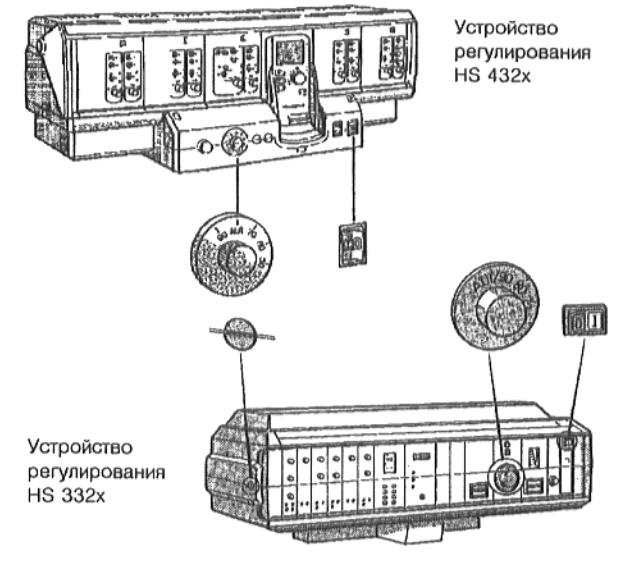

Рис. 4: Ввод в эксплуатацию газовой горелки
- При устройстве регулирования HS 332x: перевести шлиц винта прозрачной крышки обоих устройств регулирования (Рис. 4) в горизонтальное положение, например, с помощью монеты. Снять прозрачную крышку, подав ее вперед.
- Установить переключатель "Работа" (Рис. 4) обоих устройств регулирования в положение I (ВКЛ).
Установить регулятор температуры воды подающей линии котла (Рис. 4) устройств регулирования на AUT или на 80 °C.
Установить регулятор температуры воды подающей линии (Рис. 4) одного блока котла на желаемую температуру (мин. 50 °C). В результате режим блока котла 1 (ведущий котел) определен.
Установить регулятор температуры воды подающей линии (Рис. 4) другого блока котла (блок котла 2) примерно на 5 K ниже значения блока котла 1.
- Установить переключатель "Работа" обоих устройств регулирования (Рис. 4) в положение 0 (ВЫКЛ).
Если котел подключен к подходящему устройству отходящего газа (спросить на специализированной фирме!), в летнем режиме работы возможна эксплуатация котла также только с одним блоком котла: установить переключатель "Работа" (Рис. 4) на блоке котла 2 в положение 0 (ВЫКЛ).